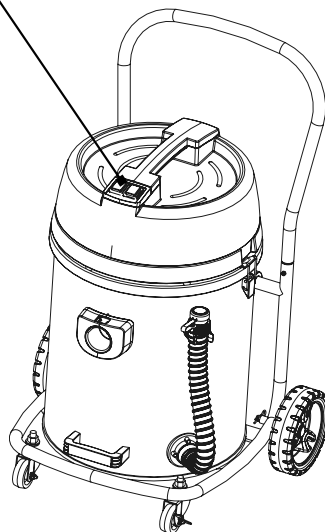

Fig. 17 – Encendiendo el aparato
2. La Aspiradora APV 2475 posee dos motores con dos llaves enciende/apaga separadas, de esta forma el operador puede utilizar apenas un motor o para aplicaciones donde se hace necesaria una mayor fuerza de succión puede utilizar los dos motores, según muestra la Fig. 17.